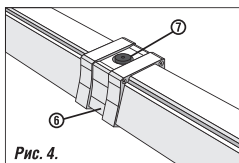

Рис. 4.
- Установите соединительную крышку (6) (в комплекте) между двумя светильниками, закрепив ее монтажными винтами, выкрученными при демонтаже торцевой крышки, Рис. 4.
- Извлеките один гермоввод из торцевой крышки и установите его в отверстие (7) на соединительной крышке для обеспечения степени защиты IP65, Рис. 4.